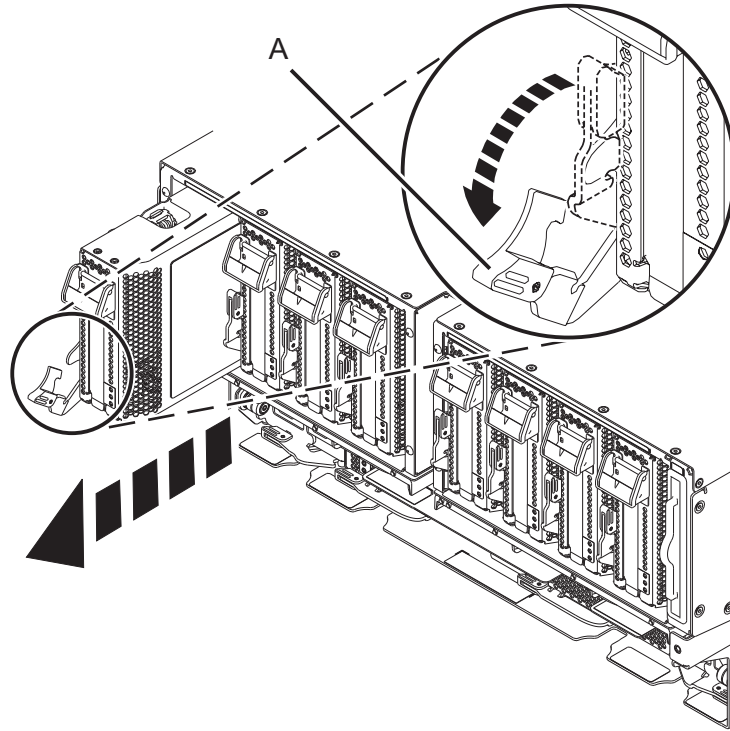

Figure 14. Retrait d'une cassette de cartes PCIe du système
- b. Faites tourner la poignée de cassette de couleur ocre (**A**) dans la direction illustrée dans la figure 14, à la page 15 et appuyez dessus pour libérer la cassette des connecteurs de l'emplacement.